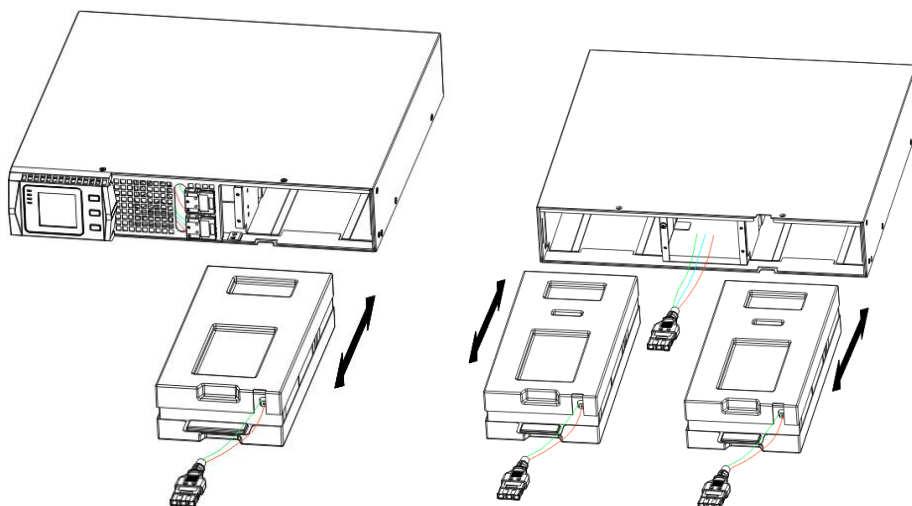

Рисунок 21
4. Возьмитесь за ручку в передней части комплекта аккумуляторных батарей и извлеките его наружу, как это показано на рис. 21